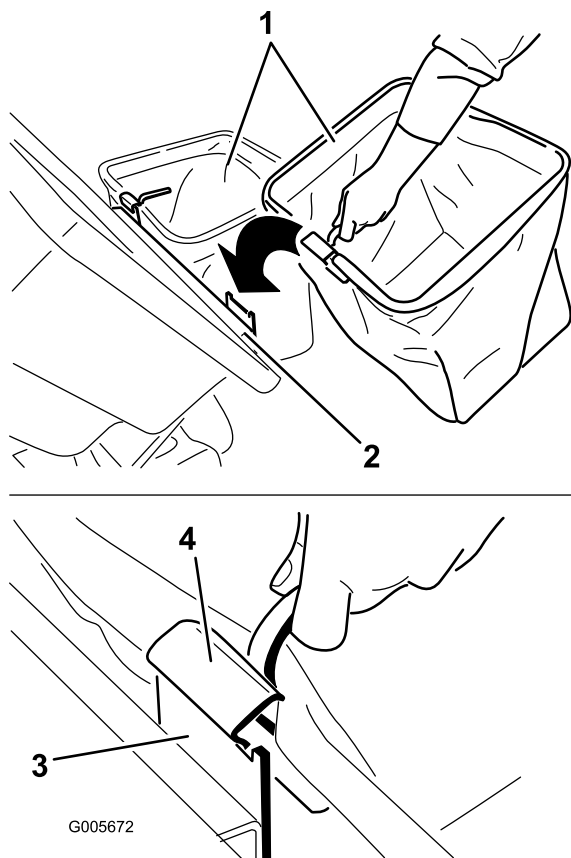

Figura 22
5. Instale las bolsas, colocando el enganche del bastidor de cada bolsa sobre los soportes de retención (Figura 22).